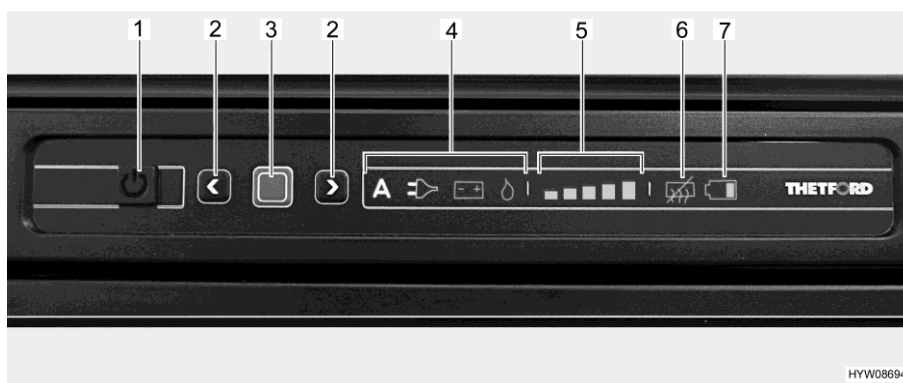

Fig. 249 Panneau de commande DEL (réfrigérateur Thetford)
- Appuyer sur la touche Marche/Arrêt (Fig. 249,1) pendant 1 seconde. La touche s'allume en vert. L'affichage devient plus sombre pour des raisons d'économie d'énergie au bout d'env. 10 secondes.
- Appuyer sur la touche de confirmation (Fig. 249,3). Le dernier mode de fonctionnement qui a été choisi est affiché.
- Appuyer sur la touche de confirmation (Fig. 249,3) pendant env. 2 secondes. Les symboles des modes de fonctionnement clignotent.
- Sélection manuelle d'énergie : Sélectionner la source d'énergie désirée avec les touches fléchées (Fig. 249,2).
- Sélection automatique d'énergie (uniquement sur le modèle à sélection automatique d'énergie) : Sélectionner le mode de fonctionnement "A" avec les touches fléchées (Fig. 249,2).
- Confirmer la sélection avec la touche de confirmation (Fig. 249,3).
- Appuyer de nouveau sur la touche de confirmation (Fig. 249,3). L'affichage du degré de réfrigération (Fig. 249,5) clignote.
- Pour changer le réglage, appuyer sur les touches fléchées (Fig. 249,2) jusqu'à ce que le réglage désiré soit affiché.
- Appuyer sur la touche Marche/Arrêt (Fig. 249,1) pendant env. 2 secondes. Toutes les lampes s'éteignent. Le réfrigérateur est coupé.
Lorsque le réfrigérateur est mis en marche, il choisit automatiquement le dernier réglage du thermostat qui a été choisi. Ce réglage peut cependant être corrigé manuellement à l'aide des touches fléchées (Fig. 249,2). Il faudra attendre quelques heures jusqu'à ce que le réfrigérateur ait atteint sa température normale de réfrigération. Le réglage du thermostat est conservé en cas de commutation sur un autre mode de fonctionnement.